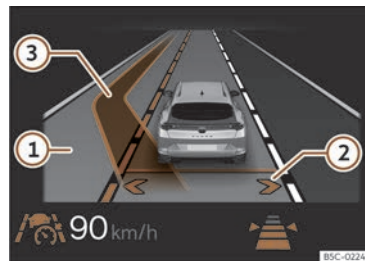

Fig. 150 En la pantalla del cuadro de instrumentos: visualización del cambio de carril asistido (representación esquemática).
De esta forma se activa el cambio de carril asistido. Las flechas de su propio carril en la pantalla del cuadro de instrumentos se muestran en gris >>> fig. 150 ②
se muestra en la pantalla del cuadro de instrumentos junto al carril propio del conductor. La flecha del lado del carril correspondiente aparece en blanco >>> **fig. 150 ②**.